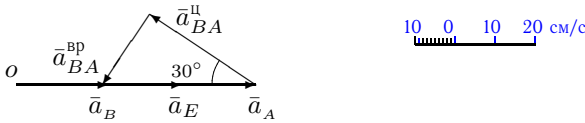

Рис. 5
Начнем построение с левой части (1). От произвольной точки o на плане ускорений (рис.5) откладываем в масштабе вектор \bar{a}_C^n . Вектор \bar{a}_C^τ известен только по направлению. Проводим перпендикуляр к \bar{a}_C^n . Рассматривая правую часть (1), отложим от того же центра o вектор \bar{a}_A , затем \bar{a}_{CA}^n . К концу